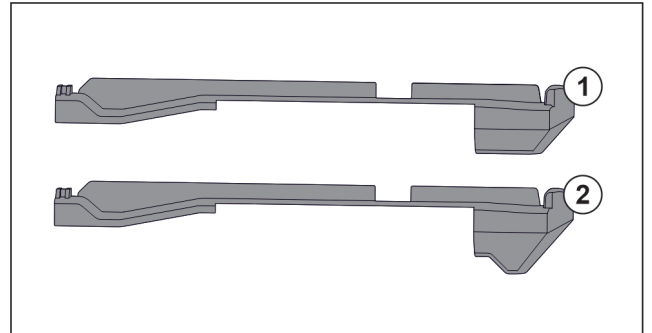

Fig. 108 Kiinnitysosiensa vertaaminen
Laitteessa on kaksi erilaista kiinnitysosaa. Kiinnitysosassa alimman laatikon yläpuolella Fig. 108 (2) on kolmionmuotoinen reuna. Muissa kiinnitysosissa Fig. 108 (1) on suora reuna.
- ▶ Aseta kiinnitysosa Fig. 108 (2) kolmionmuotoisella reunalla alimman laatikon yläpuolelle.
- ▶ Aseta kiinnitysosa Fig. 108 (1) suoralla reunalla muihin kohtiin.